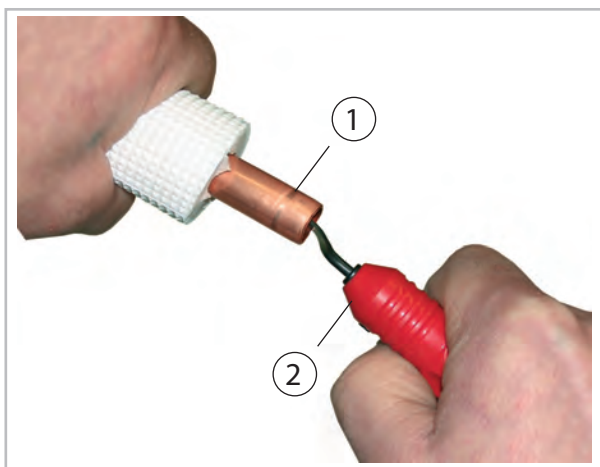
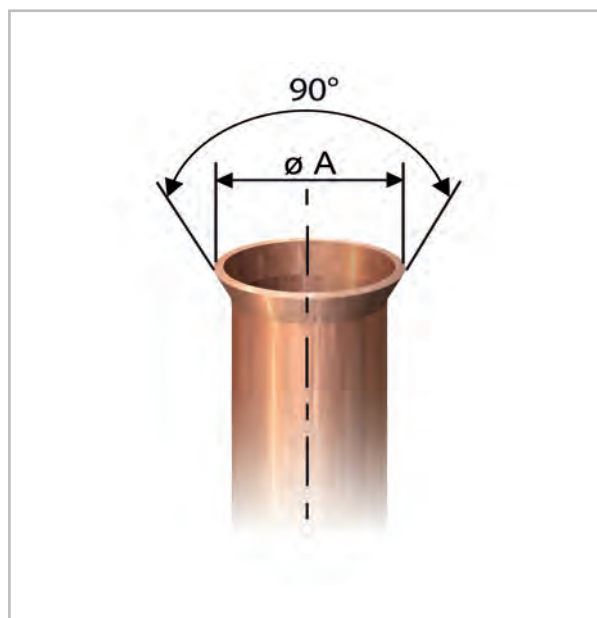

Abb. 52: Entgraten der Kältemittelleitung
Abb. 54: Korrekte Bördelform
- Zur Erstellung der Anschlüsse an die Module müssen die Kupferrohre mit einem Bördel versehen werden. Dabei ist auf eine korrekte Form des Bördels und passende Überwurfmuttern (im Lieferumfang) zu achten (Abb. 52 bis Abb. 54).